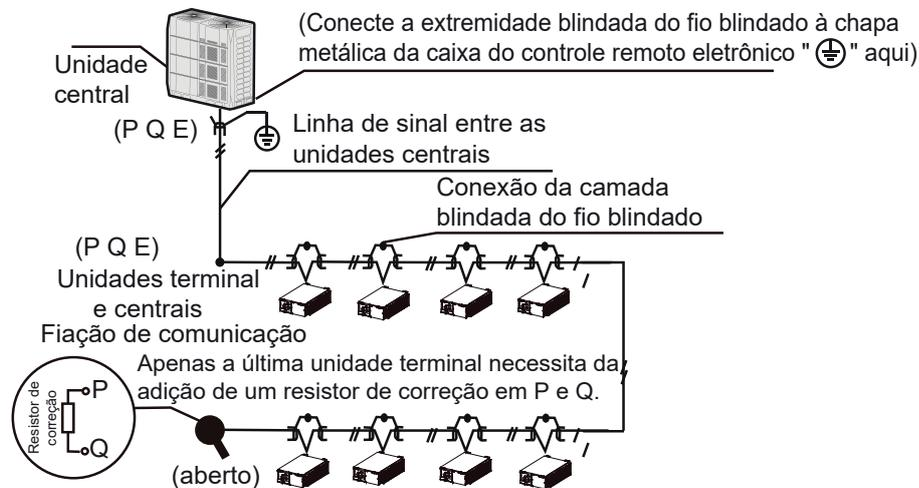

Figura 7.6
- A fiação de comunicação entre as unidades terminal e central deve conectar uma unidade depois da outra em um encadeamento da unidade central para a unidade terminal final e a camada isolada deve ser devidamente aterrada e deve ser adicionado um resistor de correção à última unidade terminal para melhorar a estabilidade do sistema de comunicação (consulte a Figura 7.6).